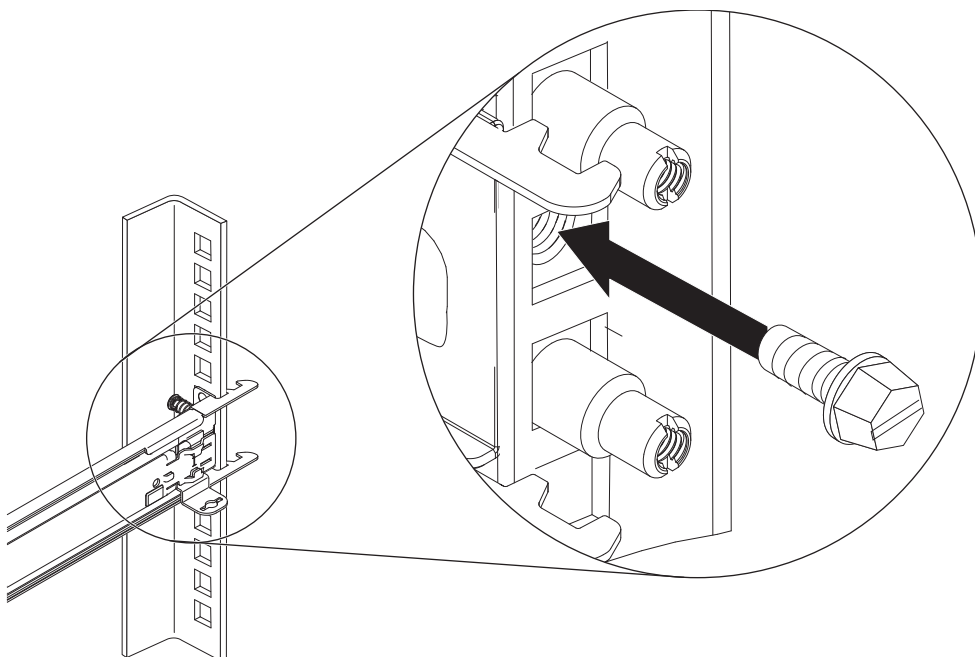

Figura 34. Fixe o suporte para organização dos cabos e o nó para o transporte.
8. Opcional: Fixe o suporte para organização dos cabos e o nó no rack para a remessa, como mostrado na Figura 34 na página 47.